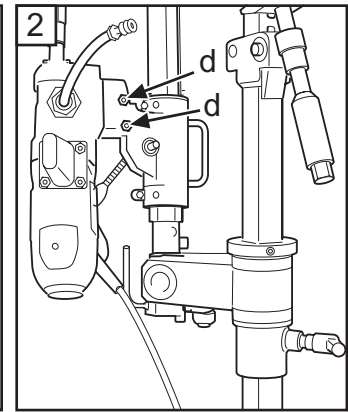

Fig.13
3. Montera bormaskinen i snabbfästet på matarhuset, drag åt de koniska låsmutterna (d) (Fig. 13) med 24 mm nyckel.
3. Monter bormaskinen i hurtigfestet på materhuset, trekk til de koniske låsemutterne (d) (Fig. 13) med 24 mm nøkkel.